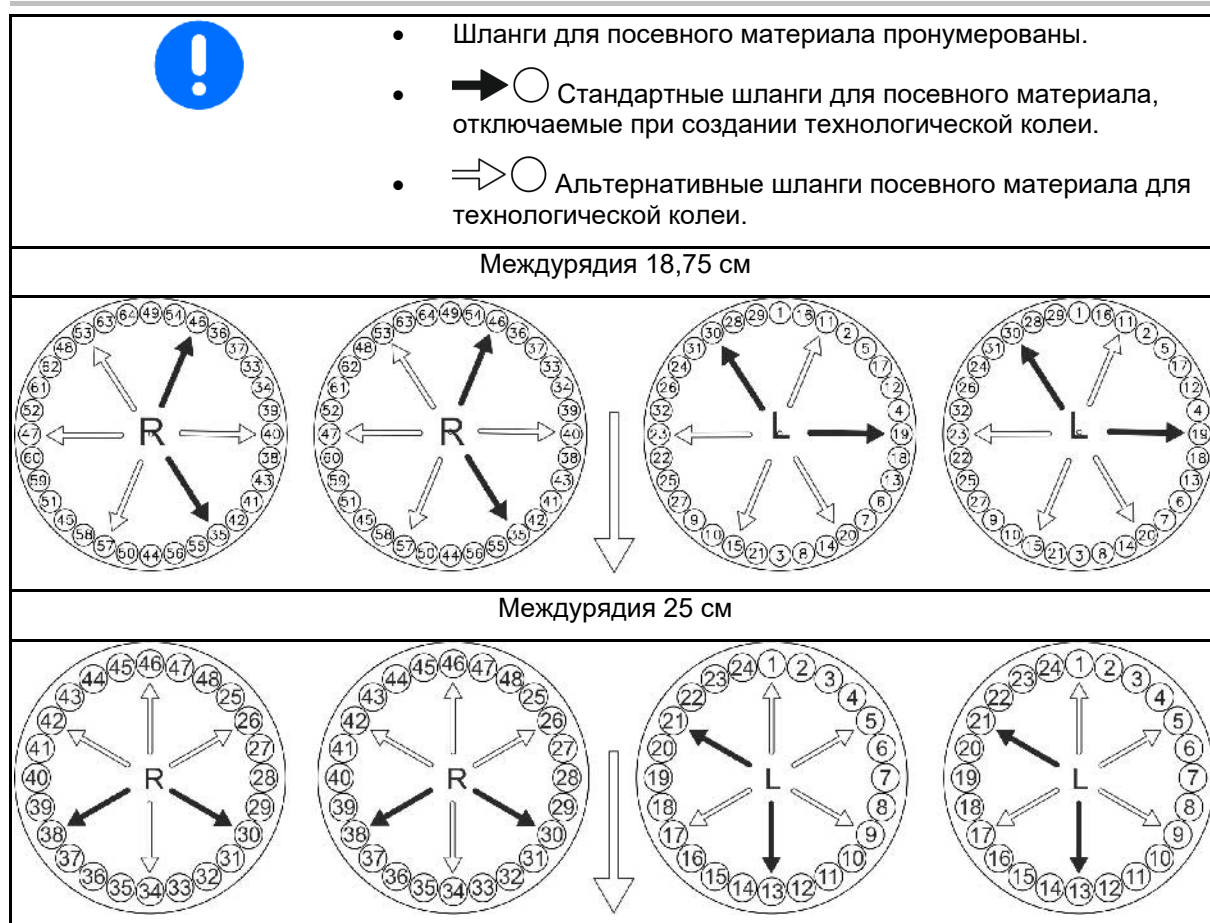

Рис. 128
- Семяпроводы (Рис. 128/1) сошников техколеи должны быть закреплены на тех выпускных отверстиях, которые могут закрываться при помощи заслонок (Рис. 128/2).
Для создания двух колеи в распределительной головке может закрываться следующее количество заслонок на одну колею (Рис. 128/2):
- Неиспользуемые заслонки (Рис. 128/2) деактивизируйте.